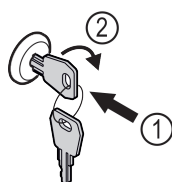

Fig. 169
- ▶ Klíč zasuňte dovnitř Fig. 169 (1).
- ▶ Otáčejte klíčem o 90° ve směru hodinových ručiček Fig. 169 (2).